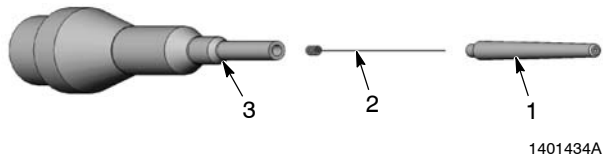

Fig. 19 Remplacement de l'électrode
7. Voir la figure 19. En cas de remplacement de l'électrode, dévisser le porte-électrode (1) du porte-résistance (3) et retirer l'électrode (2).
1. Voir la figure 19. Si elle a été démontée, installer l'électrode dans le porte-électrode puis visser ce dernier dans le porte-résistance.